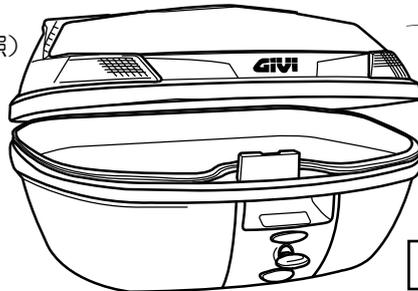

図 4
2-4. ① ケース の フ タ を 持 ち 上 げ ます。(図 4 参 照)